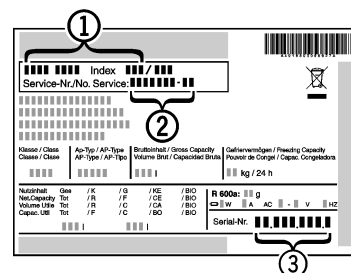

Fig. 7
- ▶ Relever la désignation de l'appareil Fig. 7 (1), le n° de service Fig. 7 (2) et le n° de série Fig. 7 (3) sur la plaquette signalétique. Cette plaquette se trouve sur la paroi intérieure gauche de l'appareil.
- ▶ Informer le S.A.V. et lui communiquer la panne, la désignation de l'appareil *Fig. 7 (1)*, le n° de service *Fig. 7 (2)* et le n° de série *Fig. 7 (3)*.